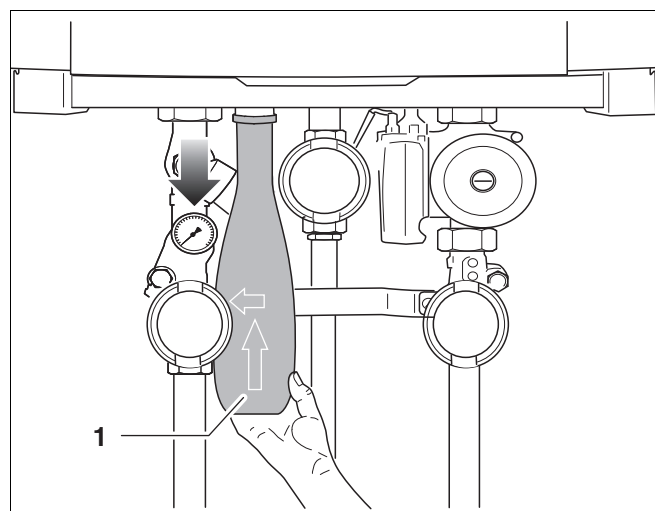

Рис. 109 Отсоединение сифона от группы подключения
- Отсоединить сифон от муфты и извлечь (Рис. 109, поз. 1).
Сифон оснащен байонетным замком. Сифон нужно вставить (рис. 109, шаг 1), а затем повернуть на 1/4 оборота против часовой стрелки (рис. 109, шаг 2) до защелкивания (рис. 17, стр. 22).